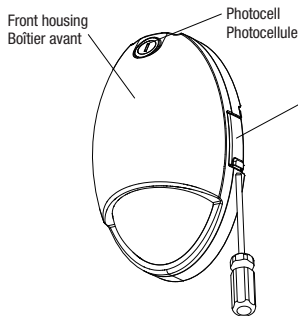
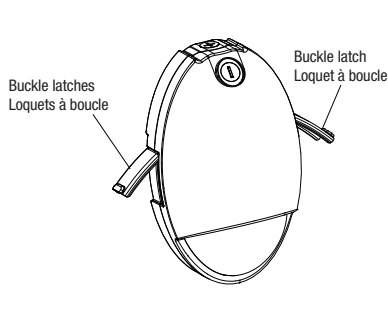

Fig. 1A
Fig. 1B
- Use a flat screwdriver to slightly loosen the buckle latches on both ends of the back housing (Fig. 1A) and then loosen the buckle latches on both sides completely with your fingers (Fig. 1B).
- Utilisez un tournevis plat pour desserrer légèrement les loquets à boucle aux deux extrémités du boîtier arrière (Fig. 1A) puis dégagez complètement les loquets à boucle des deux côtés avec les doigts (Fig. 1B).